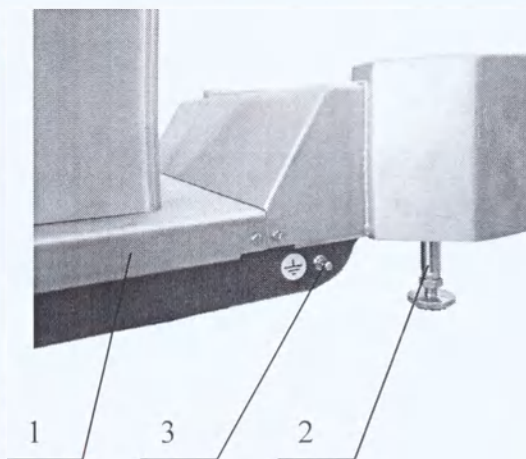

Рисунок 3. Зажим защитного заземления стола.
9.4 Подсоедините стол к контуру наружного заземления с помощью заземляющего зажима 3 (Рисунок 3), расположенного в основании стола.
9.7 Перед использованием стола по назначению проверьте надежность установки стола на гидравлических опорах 2 (Рисунок 3) При необходимости отрегулируйте опоры (см. п. 11.4.3).